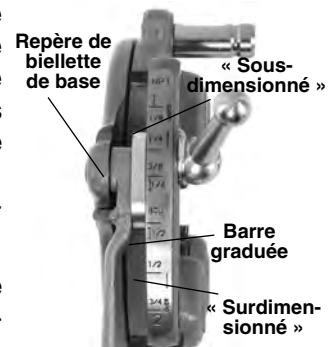

Figure 6 – Réglage du pas de filetage
3. Commencez par aligner le repère de la bielle avec le repère dimensionnel voulu de la barre graduée. Sur les têtes de filetière Mono et Boulonnerie, alignez le repère de la bielle sur le repère de base de la barre graduée. Pour le filetage de boulonnerie avec une tête de filetière universelle, alignez les filetières de boulonnerie sur le repère « BOLT » de la barre graduée (Figure 6).